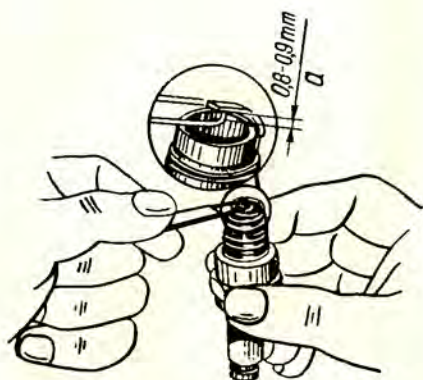

Abb. 22. Messen des Elektrodenabstandes an der Zündkerze:
2. Die Zündkerzen seuberhalten. Man prüfe den Abstand zwischen den Zündkerzenelektroden mit Hilfe der Fühllehre (Abb. 22). Der Elektrodenabstand soll in den Grenzen von 0,8...0,9 mm liegen. Der Elektrodenabstand wird durch Nachbiegen der Seitenelektrode eingestellt.